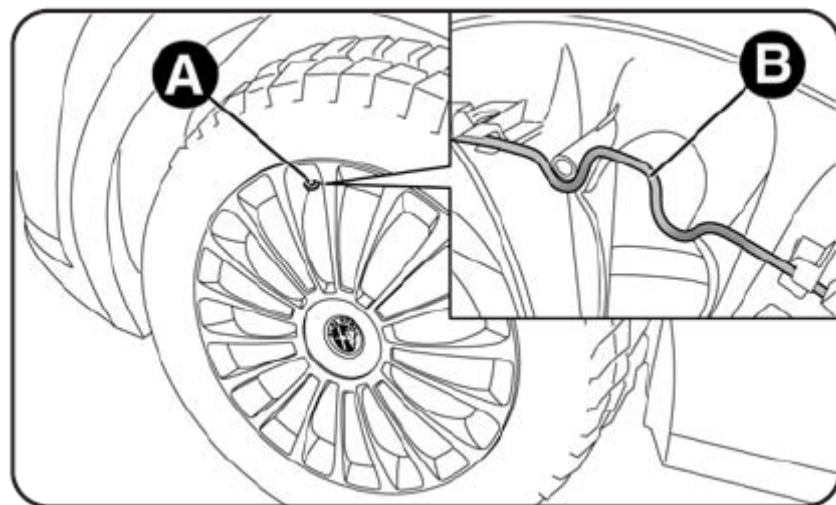

Рис.4
- Для версий со стальными дисками: вставьте отвертку в щель А – рис. 4, так чтобы вышла пружина В, удерживающая колпак.
- Затяните болты гаечным ключом А – рис. 4;